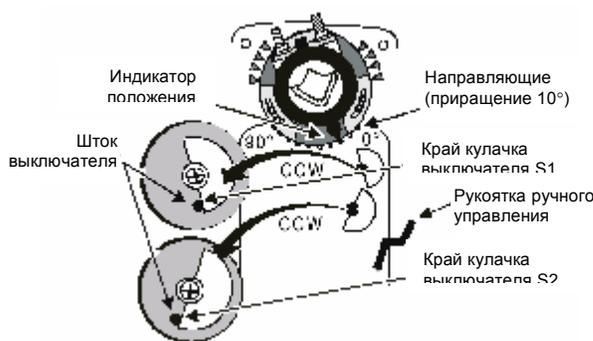

Рисунок 14: Настройка угла кулачка выключателя
1. Переключите перемычку W1 из положения DA, заданного по умолчанию, в положение RA. (См. рисунок 14).
3. Поворачивайте кулачок выключателя S1 против часовой стрелки, совмещая край кулачка со штоком выключателя, пока шток не поднимется. (См. рисунок 14).
2. Поворачивайте кулачок выключателя S2 против часовой стрелки, совмещая край кулачка со штоком выключателя, пока шток не поднимется. (См. рисунок 14).